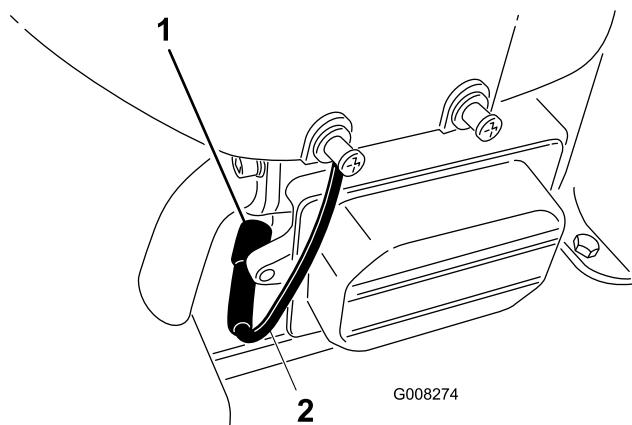

Figura 24
6. Desconecte el cable de la bujía (Figura 24).
8. Retire la bujía y la arandela de metal (Figura 24).
3. Conecte el cable de la bujía (Figura 24).